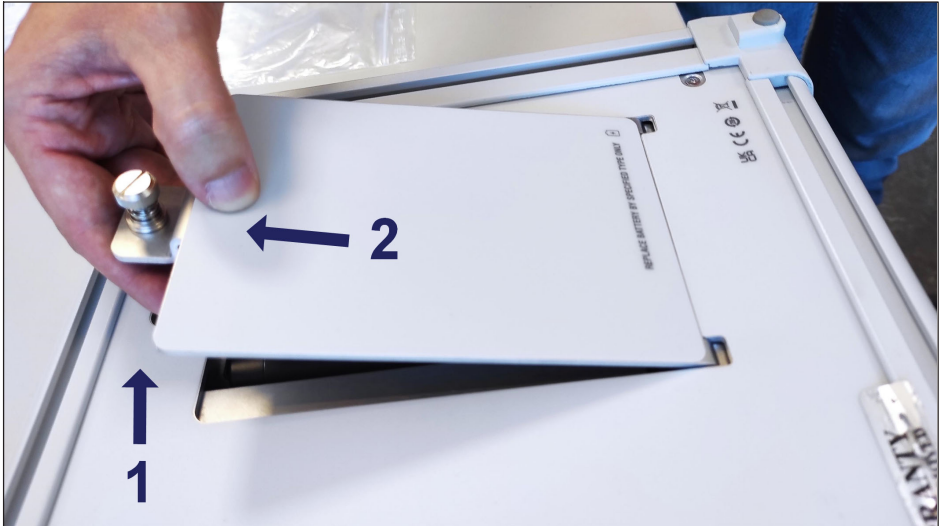

Fig. 3.8 Retrait du couvercle du compartiment des batteries
- ▶ Soulevez le couvercle en le faisant basculer sur la longueur inférieure, comme indiqué au numéro **1** de la *Fig. 3.8*, et retirez-le (numéro **2** sur la *Fig. 3.8*)